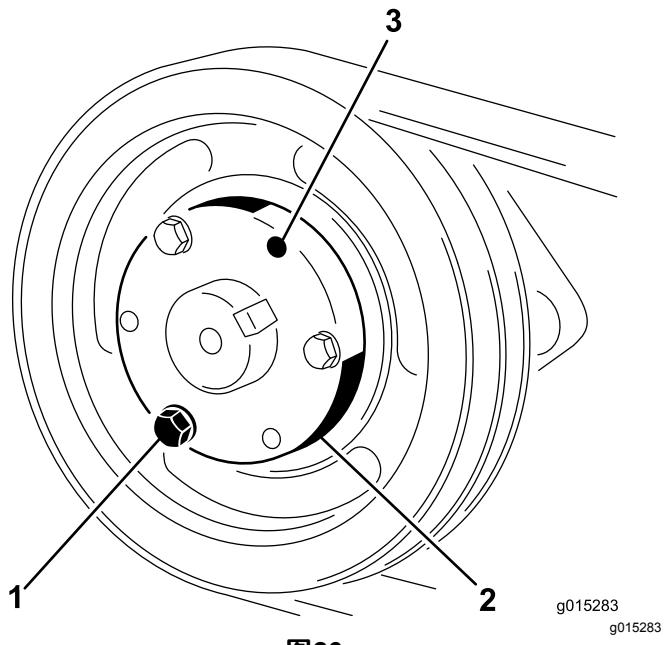

图26
1. 卸下螺栓和锁紧垫圈一次卸掉 1 个并将其拧入相邻的孔中 图26。